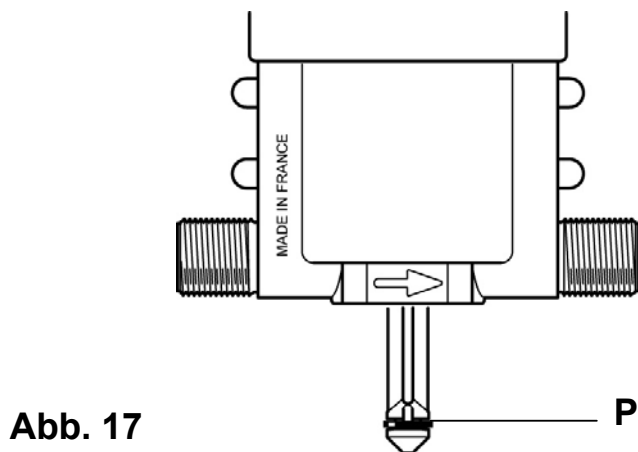

Abb. 17
- Auswechseln der Dichtung des Dosierzylinders (**Abb. 17-H**) und des Saugkolbens (**Abb. 17-P**).
- Losschrauben des Halteringes des Saugventils (**Abb. 17-E**) dabei darauf achten, dass die Einzelteile des Saugventils nicht verlorengehen.
- Losschrauben (**Abb. 17-B**) und Abnehmen des Blockierungsringes (**Abb. 17-G**).